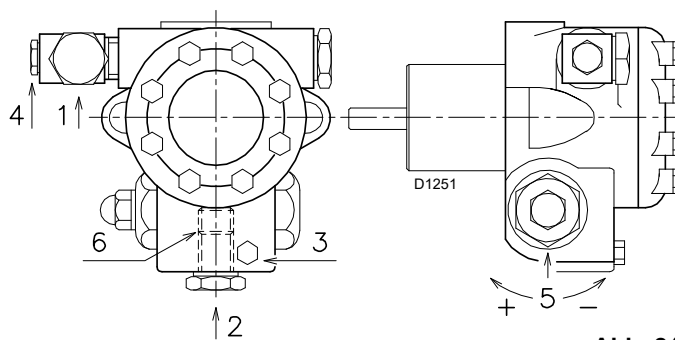

Abb. 21
Die Pumpen verfügen über einen Bypass, der Rücklauf und Ansaugleitung miteinander verbindet. Sie sind am Brenner installiert und der Bypass wird mit der Schraube 6 (Abb. 21) geschlossen. Somit ist es erforderlich, beide Schläuche an die Pumpe anzuschließen.
- Damit sich die Pumpe selbst einschalten kann, muss die Schraube 3) der Pumpe, siehe Abb. 21, gelockert werden, damit der Ansaugschlauch entlüftet wird.